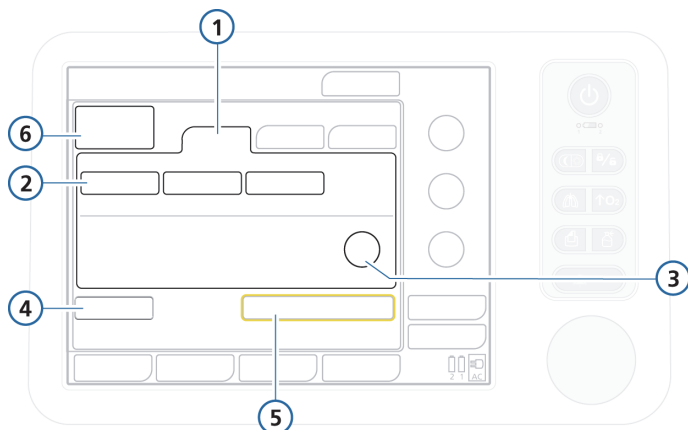

Figura 6-2. Grupo de pacientes Neonatal
1. Na janela Standby, toque na guia **Neonatal**. Consulte a Figura 6-2.
Na Figura 6-2 estão identificados como **Neonatal 1**, **Neonatal 2** e **Neonatal 3**. (Os nomes dos botões podem ser alterados durante a configuração.) Estas definições são definidas na configuração (Seção G.6). As configurações rápidas permitem-lhe especificar opções padrão, incluindo o modo de ventilação a usar.